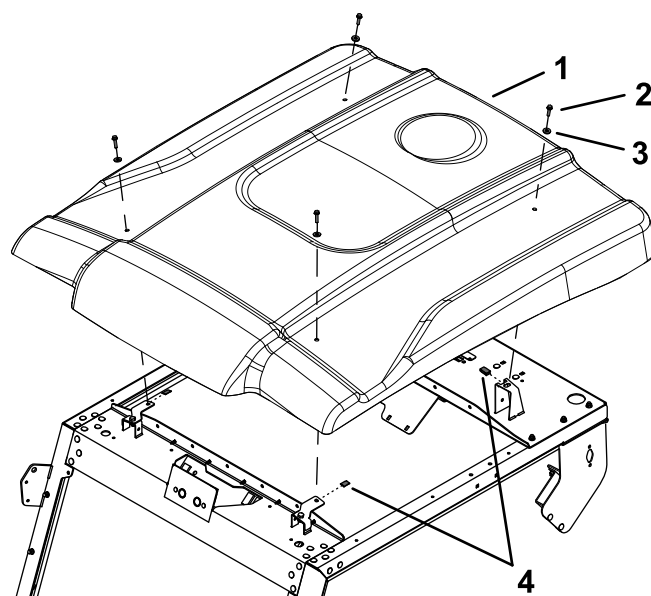

Рисунок 10
5. Установите солнцезащитный навес на раму при помощи 4 фланцевых болтов с шестигранными головками (¼ x 1 дюйм), 4 уплотнительных шайб и 4 зажимов (Рисунок 10).